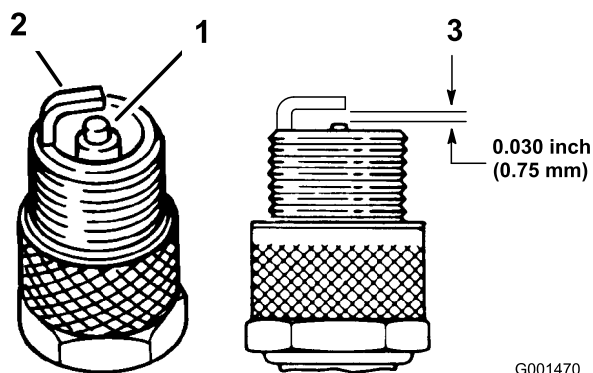

Figure 24
1. Examinez le centre des bougies (Figure 24). Si le bec de l'isolateur est recouvert d'un léger dépôt gris ou brun, le moteur fonctionne correctement. S'il est recouvert d'un dépôt noir, cela signifie généralement que le filtre à air est encrassé.
2. Contrôlez l'écartement entre l'électrode centrale et l'électrode latérale (Figure 24). Courbez l'électrode latérale (Figure 24) si l'écartement est incorrect.
3. Connectez les bougies (Figure 24).